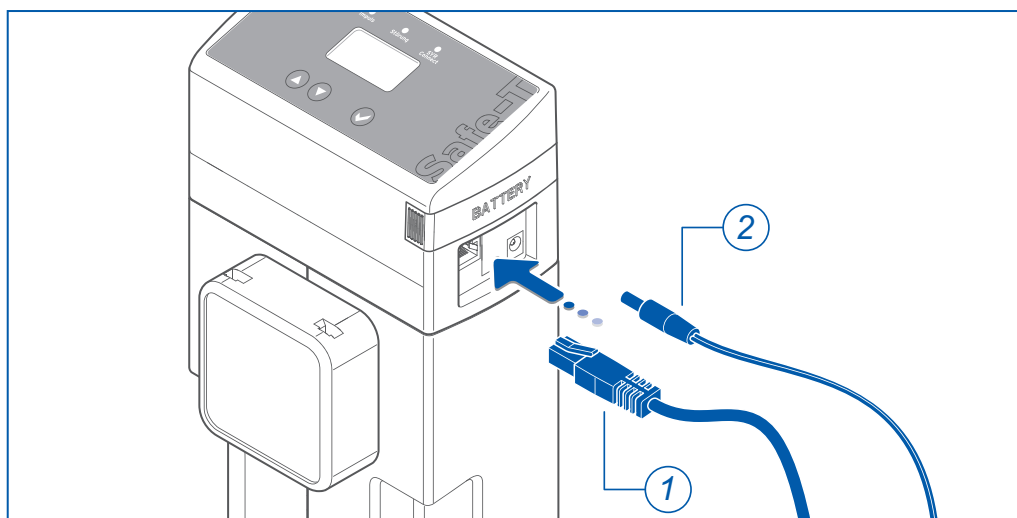

Abb. 5: Anschlüsse am Safe-T Connect
- ▶ Schließen Sie ein Netzkabel (1, Abb. 5) und den Netzadapter (2) an den Safe-T Connect an.